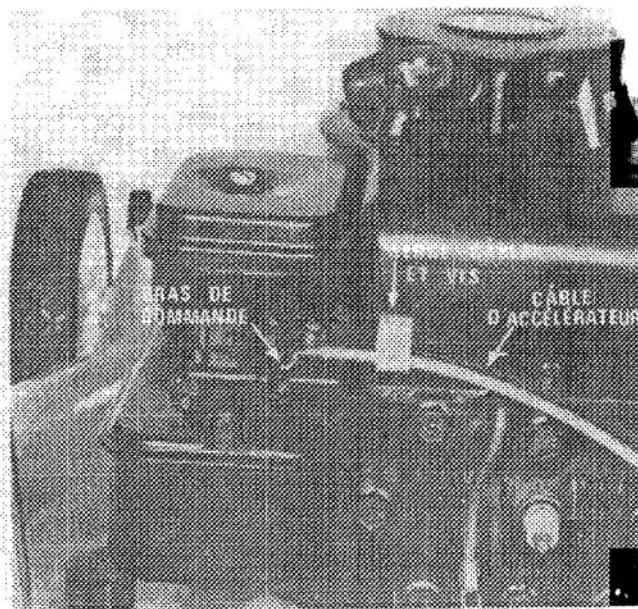

Figure 28
3. **Desserrez la vis du serre-câble jusqu'à ce que le câble d'accélérateur puisse glisser librement (Fig. 28).**
4. Déplacez le bras de commande du carburateur vers la droite jusqu'à ce qu'il vienne en contact avec le support de connexion à la masse (Fig. 28). Tirez le câble d'accélérateur légèrement pour enlever tout le jeu et serrez la vis du serre-câble pour bloquer l'ajustement en place.